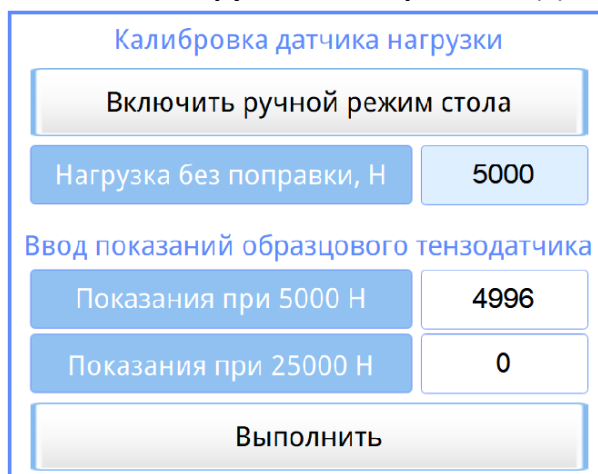

Рисунок 15 - Проверка тензодатчика в точке 5000Н
- 5.9.9 Поднимая стол вверх при помощи поворотной ручки, выставить нагрузку 5000Н (контролировать по показаниям **«Нагрузка без поправки, Н»**) (см. рисунок 15).